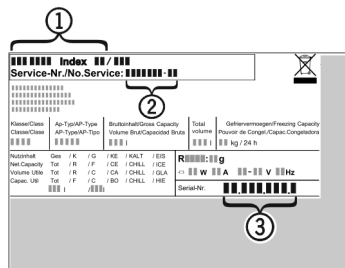

Fig. 13
- ▶ Z nazivne ploščice odčitajte oznako aparata *Fig. 13 (1)*, servisno št. *Fig. 13 (2)* in serijsko št. *Fig. 13 (3)*. Nazivna ploščica se nahaja na levi strani notranjosti aparata.
- ▶ Obvestite servisno službo in jim povejte, za kakšno napako gre, povejte pa tudi oznako aparata *Fig. 13 (1)*, servisno št. *Fig. 13 (2)* in serijsko št. *Fig. 13 (3)*.